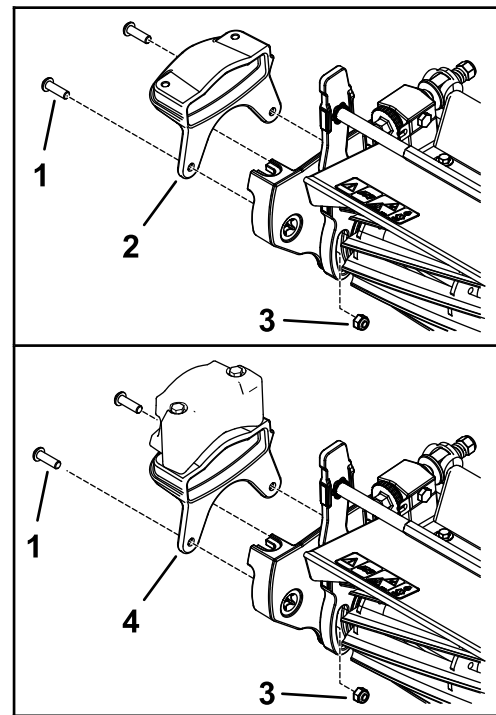

Bild 10
1. Befestigen Sie das neue Gewicht mit zwei Schrauben (5/16") und zwei Muttern (5/16") an der Seite der Schneideinheit, wie in **Bild 10** abgebildet.